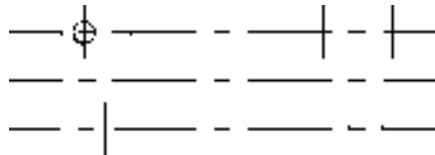

图 4-22 绘制圆
(4) 绘制圆 将“粗实线”图层设定为当前图层。单击“绘图”工具栏中的“圆”按钮 $\odot$ ，以最上水平中心线与左边第 2 根竖直中心线交点为圆心，绘制半径为“2”的圆，结果如图 4-22 所示。
(5) 复制圆 单击“修改”工具栏中的“复制”按钮 $\odot$ ，命令行提示与操作如下。